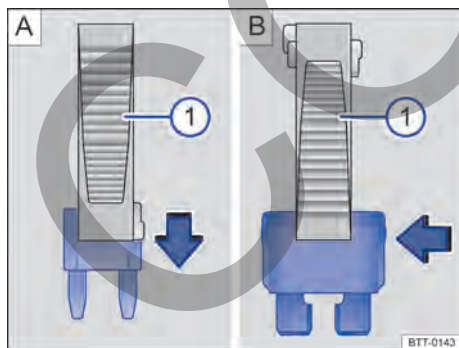

Fig. 193 Quitar o instalar un fusible con la garra de la pinza de plástico ①.
- De ser necesario, retirar la pinza de plástico → fig. 193 ① de la cubierta de la caja de fusibles.
- En caso de *fusibles pequeños*, encajar la garra ① por encima → fig. 193 A.
- En caso de *fusibles mayores*, empujar la garra ① lateralmente sobre el fusible → fig. 193 B.